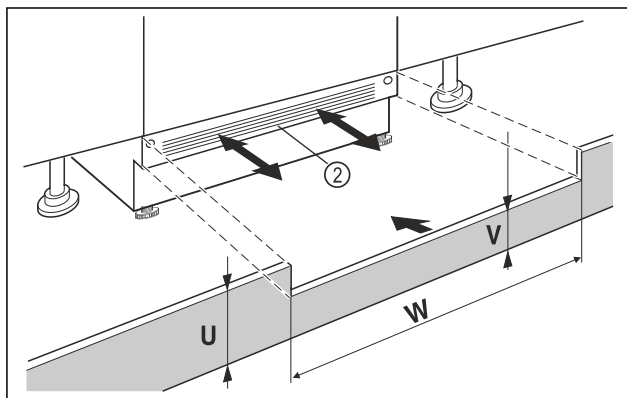

Fig. 40 Példaként szolgáló ábrázolás
- ▶ Helyezze fel a készülék lábazati takarólemezt Fig. 40 (2), de még ne rögzítse.
- ▶ Ha látható a lábazati takarólemez Fig. 40 (2), akkor annyira húzza előre, hogy a szellőzőrács elülső széle és a szekrény lábazati lemeze egy síkba kerüljön.
- ▶ Ha a lábazati takarólemez Fig. 40 (2) el van fedve, akkor tolja teljesen hátra.
- ▶ Ügyeljen arra, hogy a szellőzőnyílások teljesen szabadok legyenek: Szükség esetén vágja méretre a szekrény lábazati takarólemezeinek Fig. 40 (U) magasságát!
- ▶ Igazítsa be a kiálló rész magasságát Fig. 40 (V) a fülké szélében Fig. 40 (W) a készülék lábazati takarólemeze Fig. 40 (2) alatt.